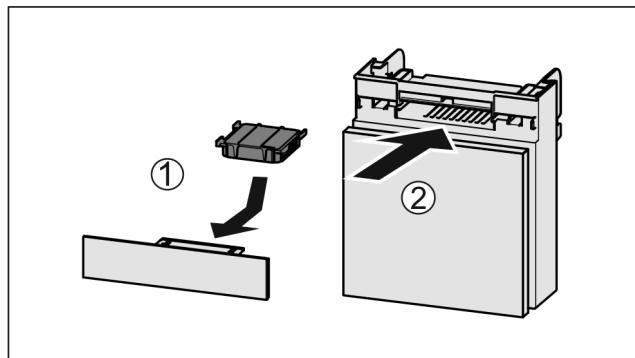

Fig. 98
- Aktivkohlefilter nach Abbildung einsetzen Fig. 98 (1).
Fach einschieben Fig. 98 (2).